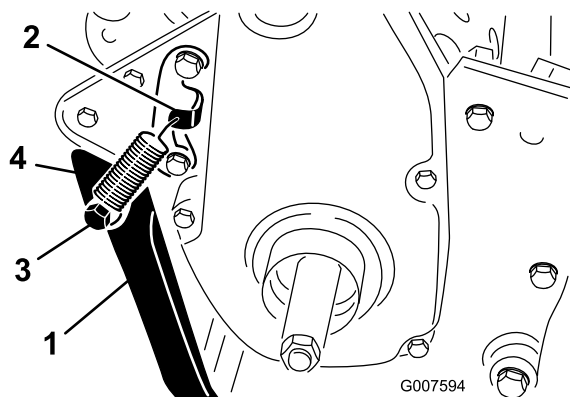

Figura 7
- Enganche el muelle en el taladro del soporte y al anclaje, alineando el caballete con los taladros de montaje del bastidor trasero (Figura 7).
- Sujete el caballete a cada lado del bastidor con un perno, una arandela de freno, un espaciador, una arandela plana y una contratuerca (Figura 7). El espaciador debe colocarse en el taladro de montaje del caballete.